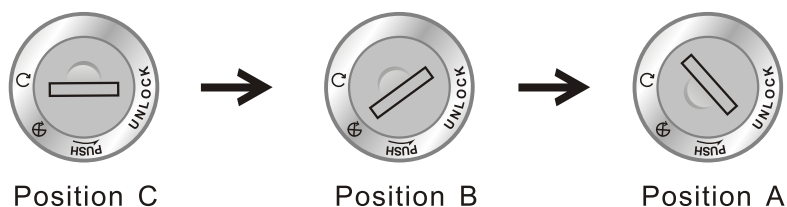

Fig.18 (batterij ontgrendelen)
4.2.2 Verwijder de batterij als volgt: Duw de sleutel in en draai de sleutel naar positie A, zoals aangegeven in fig.18. Nu is de batterij niet meer afgesloten. Haal nu de sleutel van de batterij.